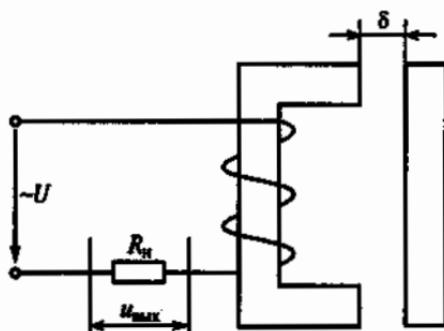

Рис. 267
12.8.Р. На рис. 267 приведена схема индуктивного датчика. Как изменится индуктивное сопротивление катушки x_L при увеличении зазора δ ?